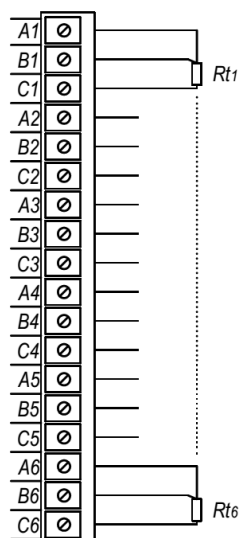

Рисунок 1.3 – Схема подключения термосопротивлений к модулю
1.4.8.1 На лицевой панели модуля находится светодиодная линейка, индицирующая состояние модуля (см. рисунок 1.3):